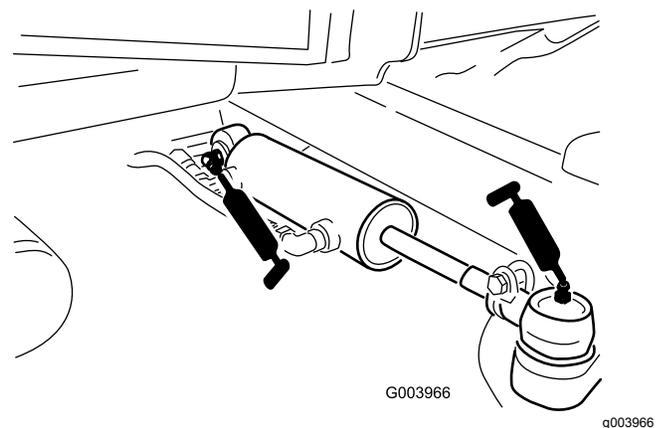

図 81
- ステアリングシリンダのボールジョイント 2ヶ所 図 81